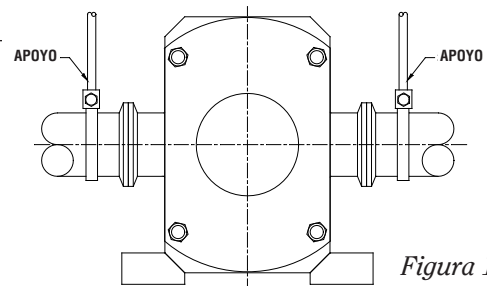

Figura 1
- Soporte todas las tuberías independientemente para minimizar las fuerzas ejercidas sobre la bomba (Figura 1).